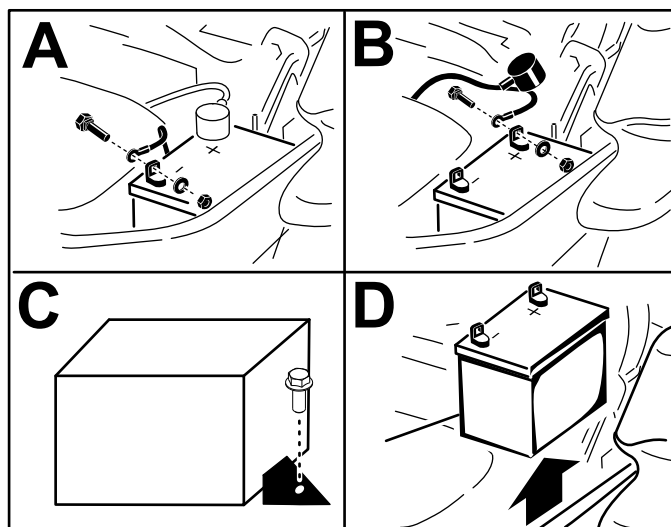

Figure 75
5. Retirez la batterie, comme montré à la Figure 75.